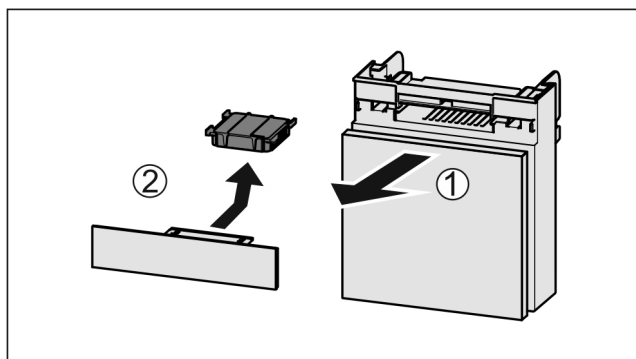

Fig. 35
- ▶ Extraire le compartiment par l'avant Fig. 35 (1).
- ▶ Sortir le filtre à charbon actif Fig. 35 (2).